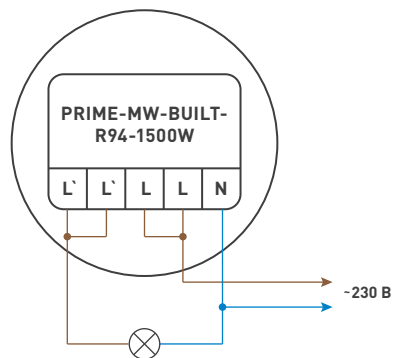

Рис. 2. Схема подключения датчика
- 3.3. Подключите датчик движения согласно схеме, приведенной на рис. 2.